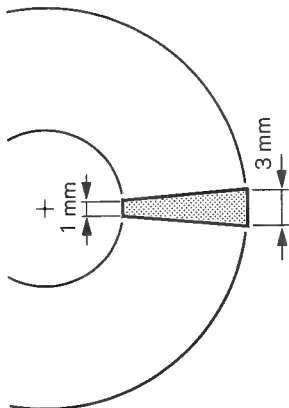

Fig. 4.1
- Überprüfen, ob die Nadel im abgesenkten Zustand auf dem Radius (Gerade durch das Drehzentrum) läuft, der senkrecht zur Tonzellenachse steht. Zulässige Abweichungen (siehe Fig. 4.1):
- With the cartridge lowered, check whether the stylus tip moves along a radius (straight line through the platter's center), which forms a right angle with the cartridge's center line. Permissible deviations (see fig. 4.1):
- Contrôlez si la pointe de lecture en position abaissée se pose exactement sur le rayon partant du centre du plateau. Ecart admissibles (voir fig. 4.1):